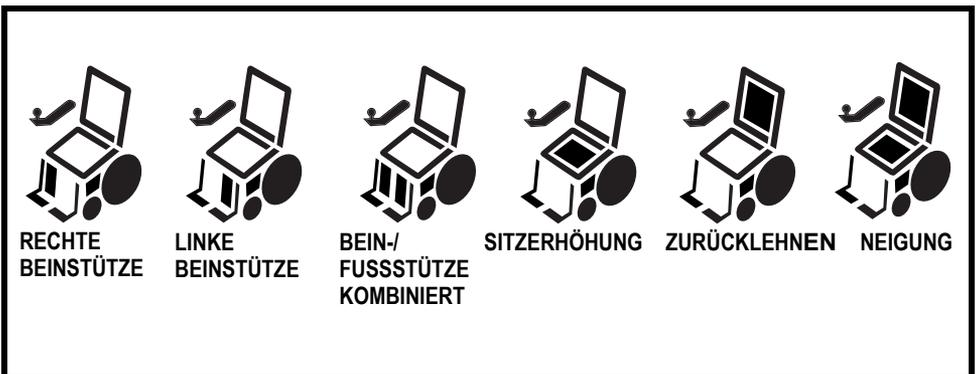

Abb. 10. Stellantriebswahl
Mit der NE+ Steuerung können über die Stellantriebstasten bis zu zwei Stellantriebe bedient werden. Nutzen Sie dafür die Steuerung für Begleitpersonen, einen über die Monobuchse angeschlossenen Schalter oder die Profilsteigerungs- bzw. Profilverringertaste und den Joystick. Der aktive Stellantrieb wird auf dem Display als dunkler Bereich am Rollstuhl angezeigt. **Siehe Abb. 10.**
3. Den Joystick nach rechts drücken, um die verfügbaren Stellantriebe durchlaufen zu lassen. Die Stellantriebanzeigen zeigen an, welcher Stellantrieb aktiviert ist. **Siehe Abb. 10.**